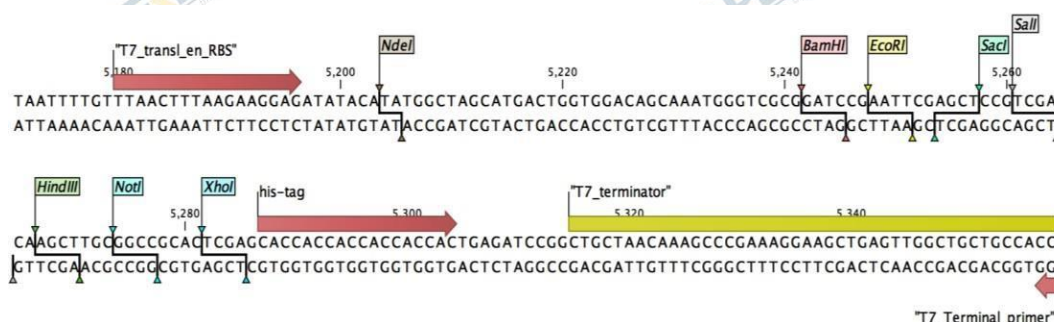

Figure 2: 用双酶切(BamHI和XhoI)线性化载体的例子。产生的线性化载体具有不同的粘性末端
b) 消化后，用PCR纯化试剂盒纯化线性化的载体，Figure 2示例用双酶切(BamHI和XhoI)来线性化载体；